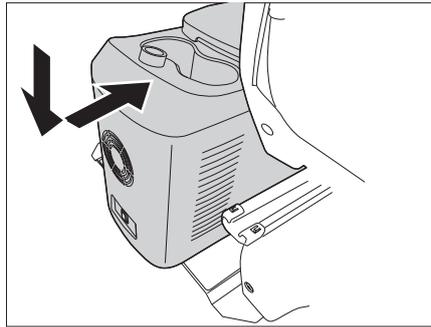
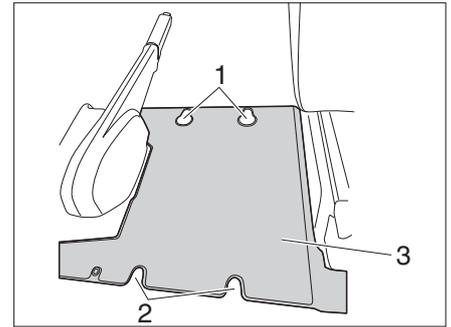

Bild 89 Kühlbox einbauen
Bild 90 Halteplatte
- Die Füße der Kühlbox in die Bohrungen (Bild 90,1 und 2) der Halteplatte (Bild 90,3) stellen und Kühlbox nach vorne schieben, bis sie einrastet (Bild 89).